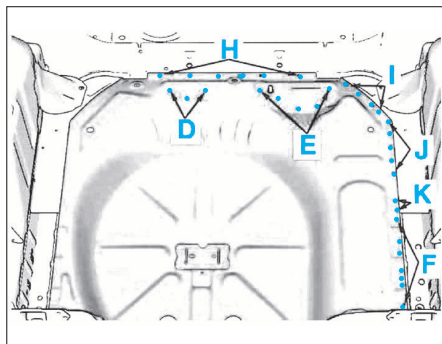

FIG. 65
- Souder le plancher en D,E,F,H,I,J et K de façon symétrique (Fig.65).